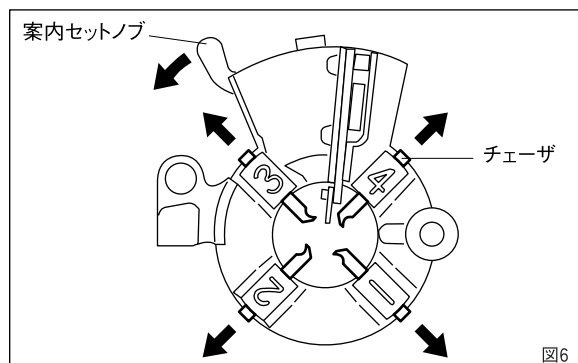

図6
a. チェーザの取外しかた (図6)
- ① ダイヘッドをオープン (切上レバーがブロック溝から外れ、チェーザが開いた状態) にしてください。
- ② 位置決めノッチを位置決めピンから外し案内セットノブを左図の矢印の方向へいっばいに引きますと、3番と4番のチェーザが取外せます。
- ③ ダイヘッドを起すと1番と2番のチェーザが取外せます。
- ① ダイヘッドをチェーザの取外した状態にします。
- ② ダイヘッドの3番と4番の溝番に同じ番号のチェーザを位置決めノッチにはまりこむまで差し込んでください。
- ③ 次にダイヘッドを起こして1番と2番のチェーザを同じ溝番に差し込んでください。
- ④ 案内セットノブを図の矢印の方向に回してください。チェーザは中心に向って入っていきます。もしチェーザが入らないときはチェーザを少し上下に動かしもう一度繰り返してください。